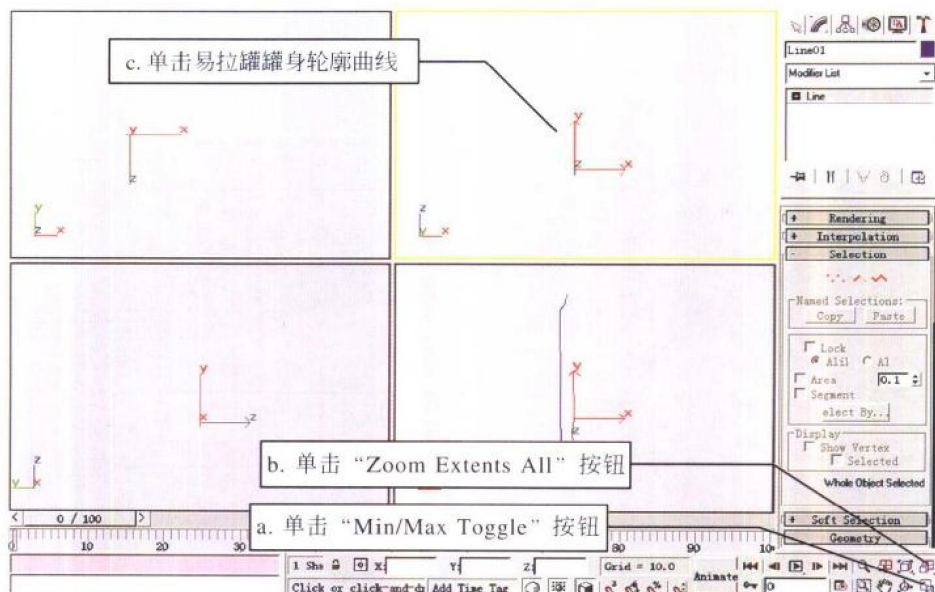

图 1-1-8
(12) 按下“W”键,或单击视图控制区中的“Min/Max Toggle”(最小/最大化开关)按钮,见图1-1-8中的a,将当前视图最小化,我们到看屏幕上又出现了四个视图区,如图1-1-8所示。
(13) 单击视图控制区中的“Zoom Extents All”(全部最大显示)按钮,见图1-1-8中的b。将这四个视图中的物体以最大显示方式显示出来。
(14) 选择其他的视图区,并按下“G”键,取消其网络显示,如图1-1-8所示。
(15) 选择“Front”(前)视图,单击其中的易拉罐罐身轮廓曲线,见图1-1-8中的c。